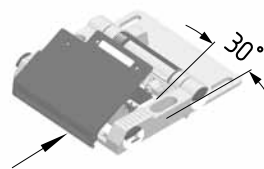
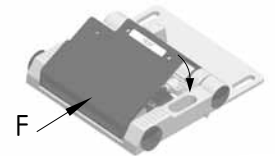

Abb. 2
Abb. 3
5. Gehäusedeckel • ca. 30° schräg auf die Haltenasen fest aufdrücken (Abb. 2) und gleichzeitig nach unten drücken (Abb. 3)